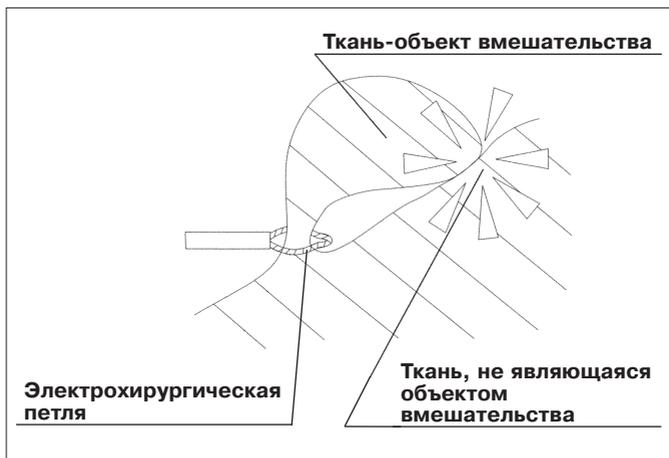

Рис. 4.7
- Не допускайте активации выходной мощности, если часть ткани-объекта вмешательства (например, головка полипа) находится в контакте с тканью, не подлежащей резекции. Это может привести к обугливанию ткани, не являющейся объектом вмешательства (см. рис. 4.7).